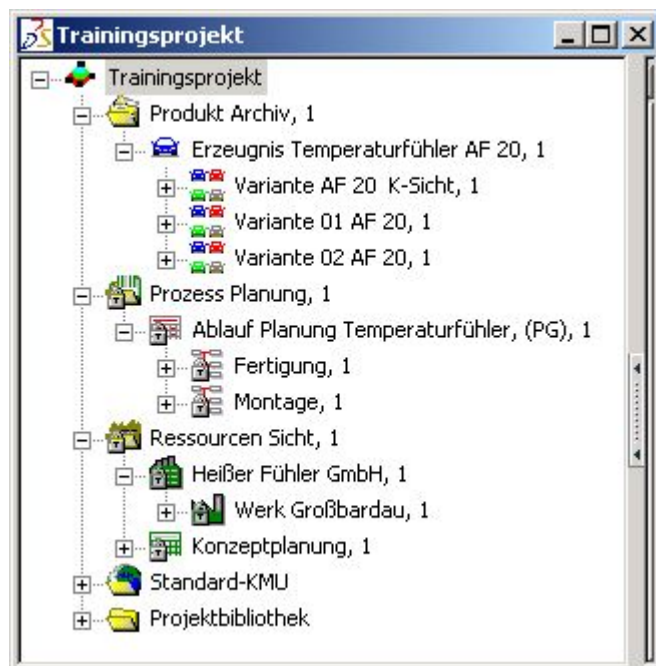

Abbildung 261: Planungsbereiche im Hauptprojekt gesperrt gekennzeichnet
- Im Hauptprojekt werden die für das Zulieferprojekt freigegebenen Planungsabschnitte als gesperrt gekennzeichnet. Siehe auch: Abbildung 261.